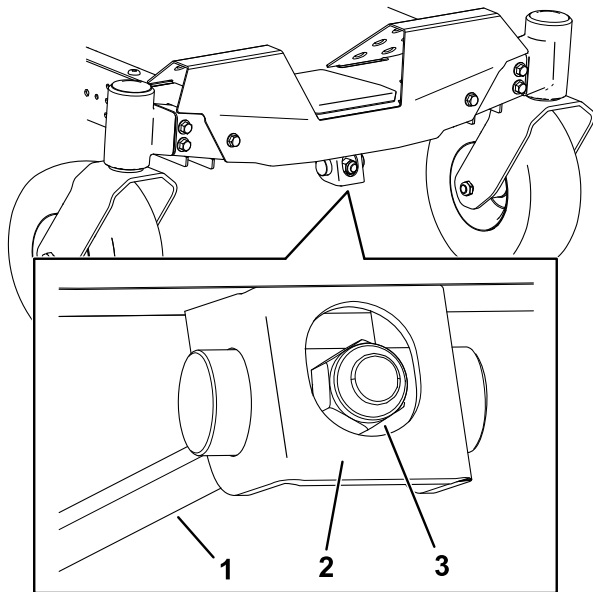

Bild 68
1. Drehen Sie die Einstellmutter an der Vorderseite des Mähers (Bild 68).